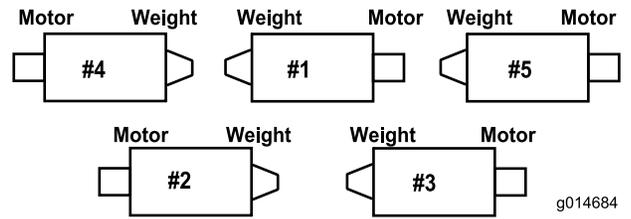
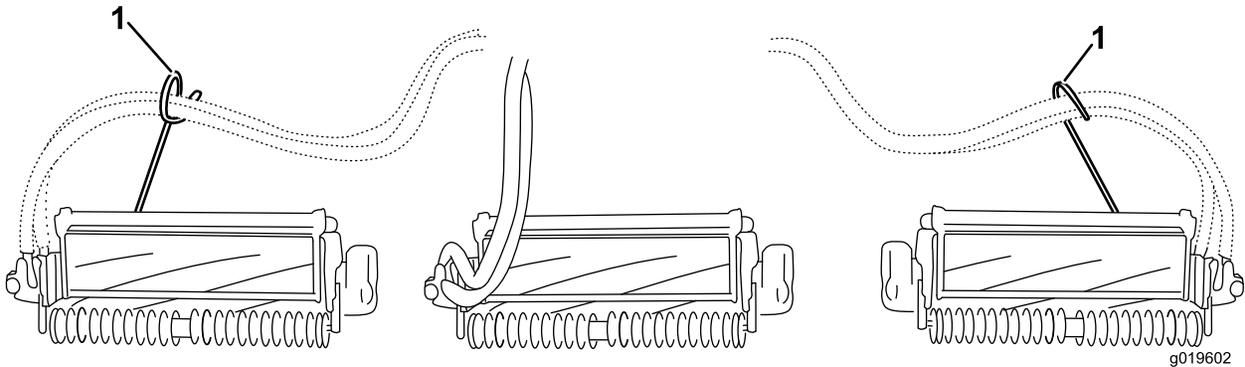
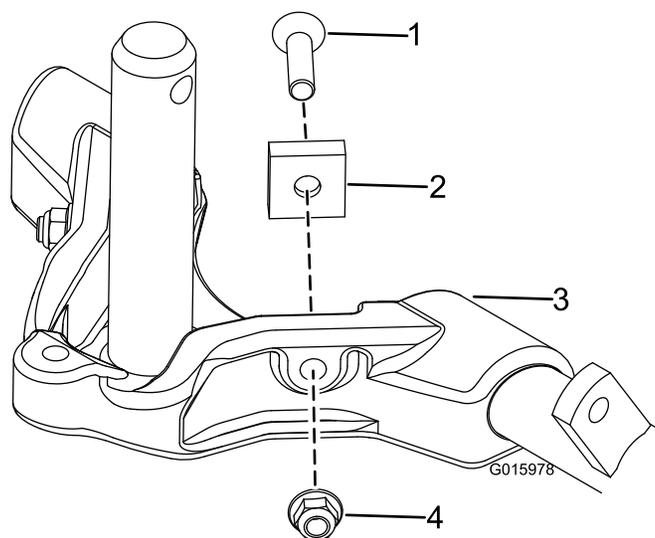

Figura 12
Figura 14
Figura 15
Importante: En las unidades de corte N° 4 (delantera izquierda) y N° 5 (delantera derecha), utilice las tuercas de montaje del soporte de la varilla para instalar las guías de los manguitos en la parte delantera de las pestañas de la unidad de corte. Las guías de los manguitos deben estar inclinadas hacia la unidad de corte central (Figura 12 a Figura 14).
6. En unidades de corte de 69 cm solamente, aumente el alcance de la dirección de las unidades de corte traseras retirando los 2 espaciadores de pivote, tornillos allen y contratueras con arandela prensada (Figura 15) de los bastidores de tiro de las unidades de corte traseras (N° 2 y N° 3) (Figura 12).